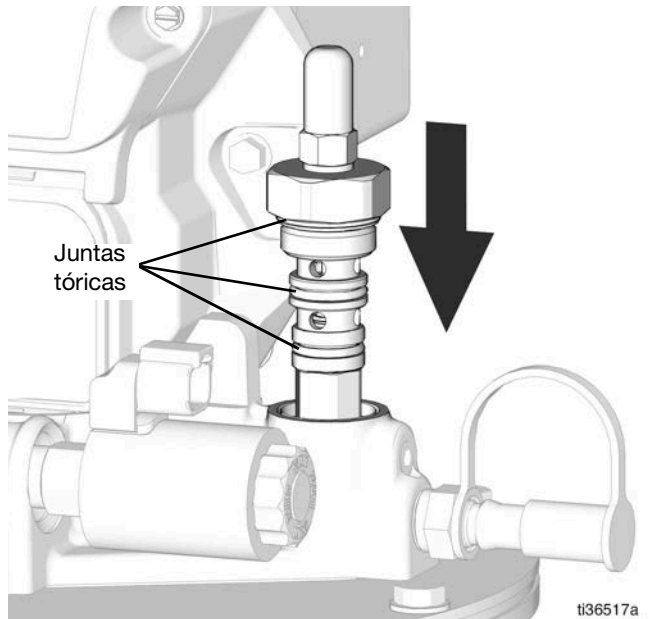

FIG. 6
- 5. Engrase el exterior de las tres (3) juntas tóricas en el cartucho de desconexión de llenado automático Compact Dyna-Star (FIG. 6).
- 6. Instale el cartucho de desconexión de llenado automático Compact Dyna-Star (FIG. 6).